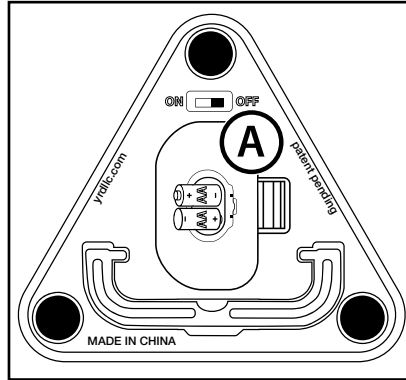
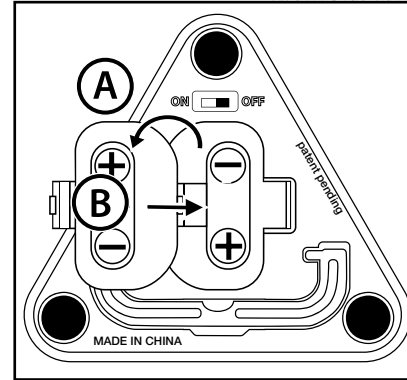

Abbildung 2
Abbildung 3
Schritt 2: Öffnen Sie die Batteriefachtür (Abbildung 2 (A)). Die Tür des Batteriefachs schwingt auf (Abbildung 3 (A)).
Schritt 3: Legen Sie 2 AA-Batterien in das Batteriefach ein (Abbildung 3 (B)) (Verwenden Sie möglichst neue, noch nicht benutzte Batterien.).